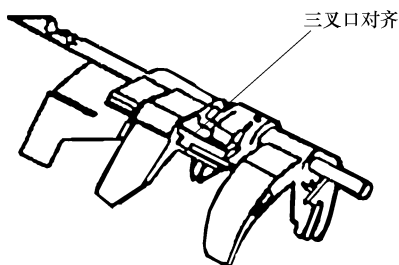

图 3-72 叉口对齐
1) 安装五倒档拨叉合件、一二档拨叉合件、三四档拨叉合件、互锁块、控制爪、顶销弹簧时。应保证三个拨叉叉口一定要对齐(图 3-72),控制爪和互锁块要能在其叉口中顺场滑动。安装时,控制爪要对齐三四档拨叉合件叉口,使其安装时处于空档位置。